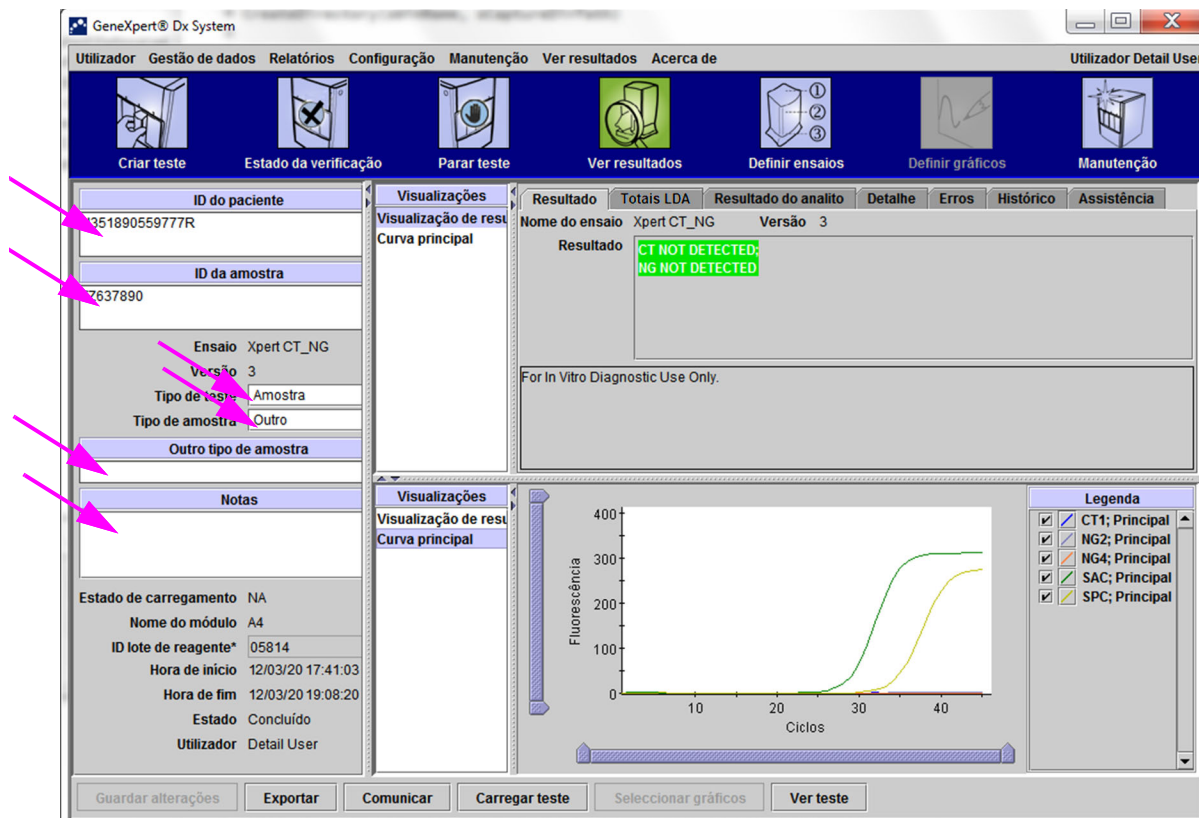

Figura 5-47. Janela Ver Resultados do GeneXpert Dx (vista de utilizadores Detalhe e Administrador)
Para cada teste, é possível editar a ID do paciente e a ID 2 do paciente (se estiverem activadas), a ID da amostra, o tipo de teste, o tipo de amostra, outro tipo de amostra e as notas. Para tal, na janela Ver resultados (consulte a figura 5-47), edite a ID da amostra, o tipo de teste, o tipo de amostra, outro tipo de amostra e as notas (consulte a figura 5-47). As ID da amostra não podem incluir os seguintes caracteres: | @ ^ ~ & / : \* ? " < > ' \$ % ! ; ( ) - .
1. Na janela GeneXpert Dx System, clique em **Ver resultados** na barra de menus. É apresentado o separador **Resultado**. Consulte a figura 5-47.